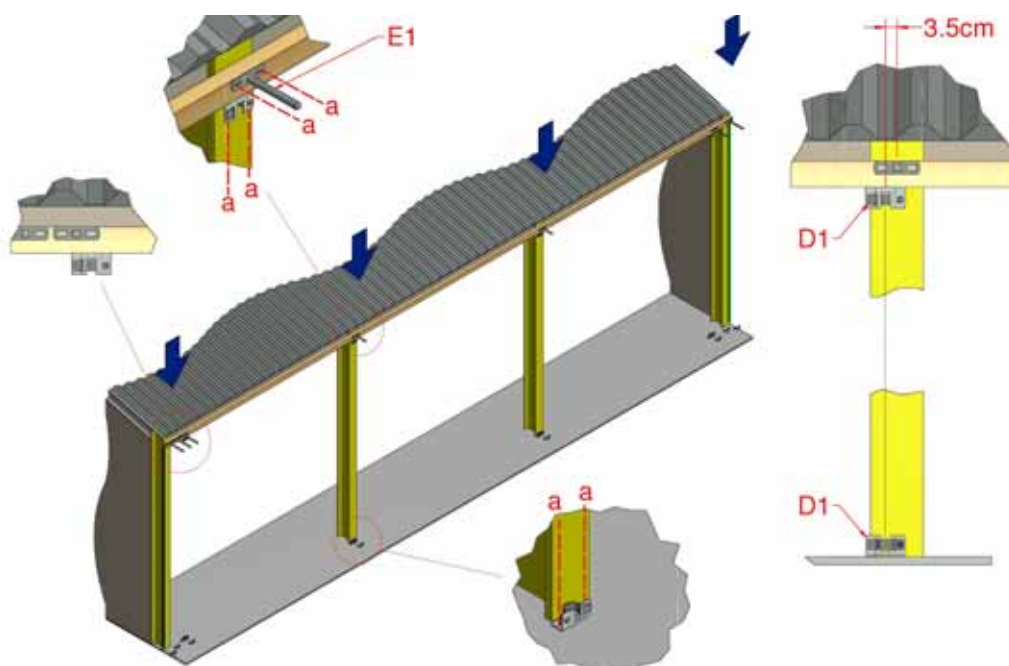
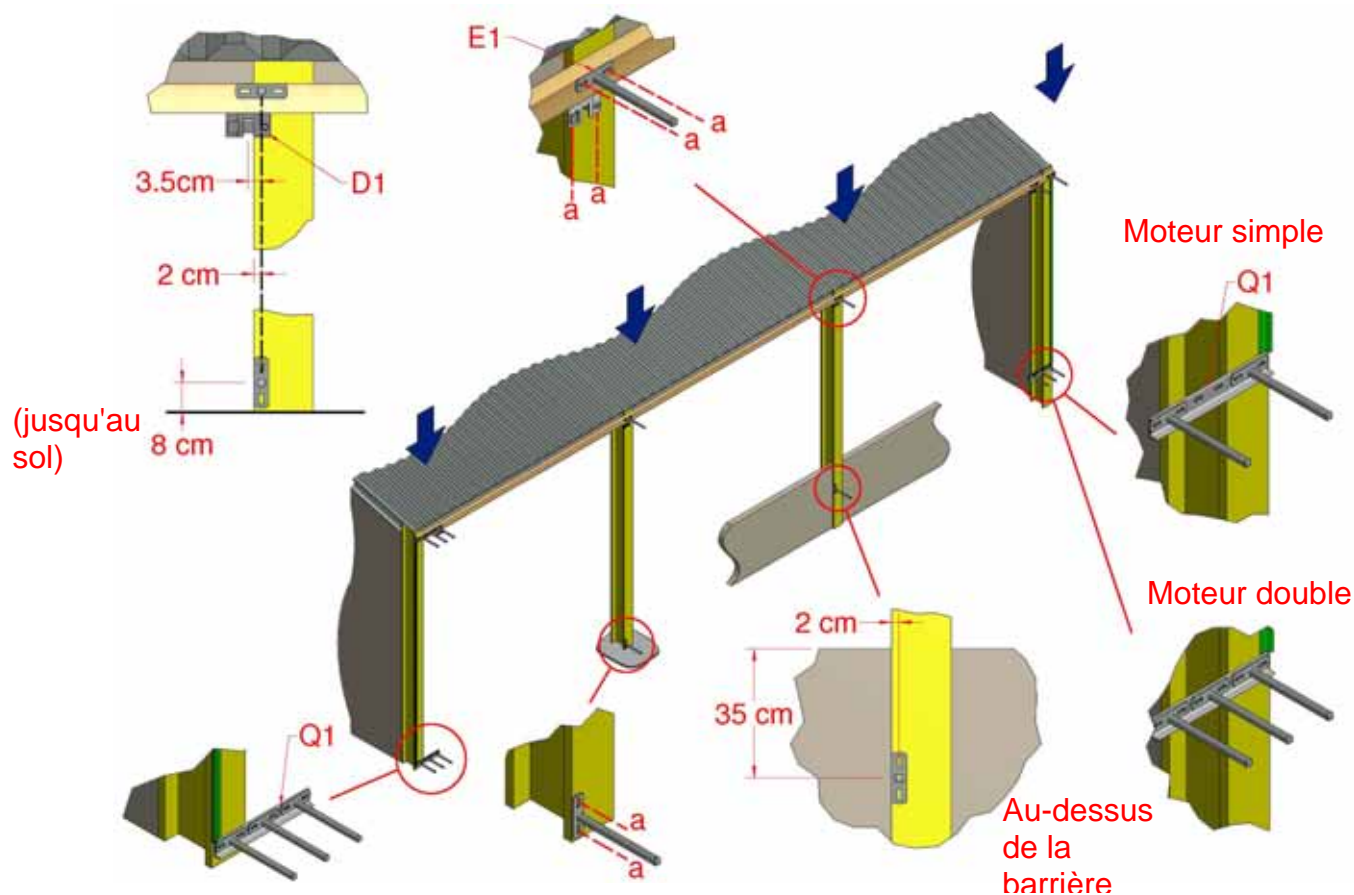

Figure 5a : pose du support du tube de commande intermédiaire (Face-Extrémité)
Figure 5b : pose du support du tube de commande intermédiaire (Face-Face)
- 2.3 Monter les supports de surface supérieurs (E1) à chaque montant de travée intermédiaire, comme illustré à la Figure 5a. Ces supports doivent être alignés horizontalement avec les supports de surface aux extrémités de l'installation.
2.4 À chaque montant de travée intermédiaire, poser les supports d'extrémité supérieurs (D1) sur le dessous de la poutre de bois, pour faire en sorte que les supports soient décalés de 3,5 cm par rapport au milieu du support de surface supérieur, comme illustré à la Figure 5a pour la configuration Face-Extrémité et à la Figure 5b pour la configuration Face-Face.
- a) Pour une installation Face-Extrémité, pré-percer les trous internes inférieurs du support d'extrémité (D1) dans le sol pour faire en sorte qu'ils soient alignés verticalement aux supports d'extrémité supérieurs. Les supports ne doivent pas être fixés tant que les tubes de commande intermédiaires ne sont pas montés, Figure 5a.
surface supérieur et dans le sens illustré à la Figure 5b, en notant le décalage au-dessus du sol ou en-dessous de la barrière, en fonction de l'option commandée. Poser le support de couvercle inférieur Face-Face (Q1) et les supports de surface (E1) au montant du bâtiment, à une hauteur correspondante aux supports de surface inférieurs sur les tubes de commande intermédiaires et aligné verticalement aux supports de surface supérieurs.